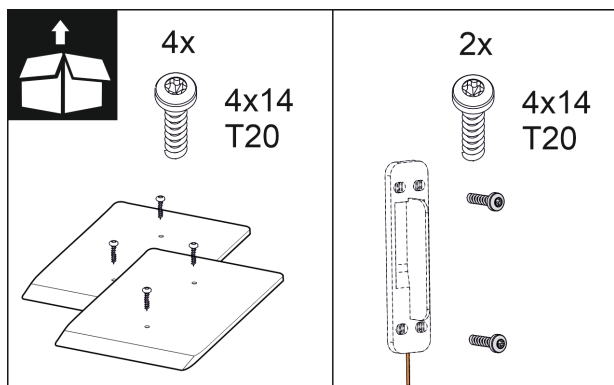

Fig. 16
2. Oheispakkauksen asennusosat tarkastetaan. Fig. 10 () - Fig. 16 ()
Oheispakkauksen asennusosat Fig. 10 () - Fig. 16 ()